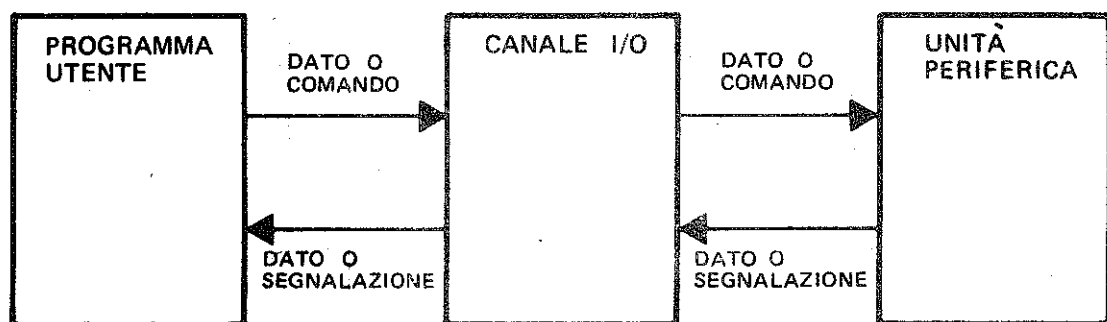

Figura 1-1 Componenti logici di un colloquio tra Unità Centrale ed Unità Periferica
Quando si comanda all'Unità Centrale di eseguire uno scambio di informazioni o di comandi con una unità periferica, i componenti fondamentali che intervengono nel "colloquio" sono (vedi figura 1-1):
2. I/O: il valore del quarto bit specifica se la periferica è di INPUT (valore 0) o di OUTPUT (valore 1). Nel caso più generale schematizzato in figura 1-1, si possono utilizzare periferiche che sono contemporaneamente di INPUT e di OUTPUT. Ad esempio l'unità CTU 1000 (unità per cassetta di nastro magnetico) ha una sezione di INPUT ed una di OUTPUT; nel caso in cui vi siano due trascinatori, ad ogni nome logico di periferica corrispondono due nomi per le due sezioni di INPUT e due nomi per le due sezioni di OUTPUT: in tutto quattro sezioni, quindi quattro nomi.